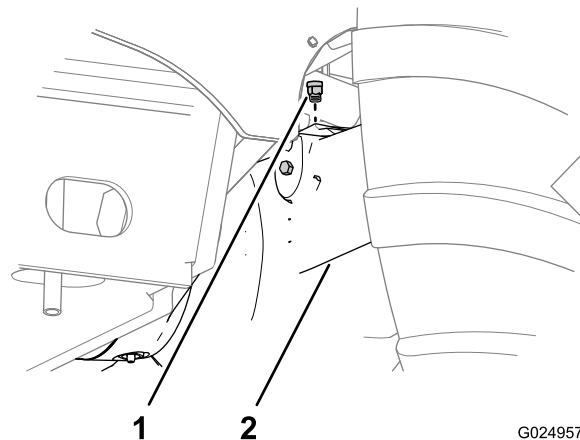
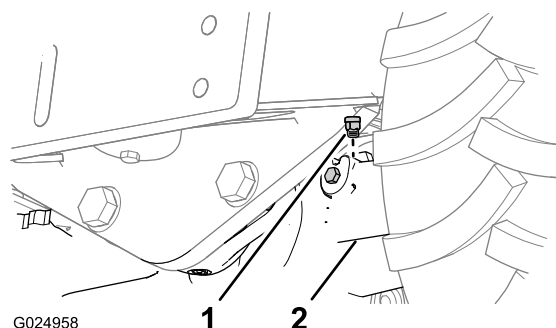

Figura 92
Figura 93
- Limpe a área ao redor dos respiros com solvente de limpeza (Figura 92 e Figura 93).
- Remova os respiros dos eixos dianteiro e traseiro (Figura 92 e Figura 93).
- Instale os respiros nos eixos dianteiro e traseiro (Figura 92 e Figura 93).